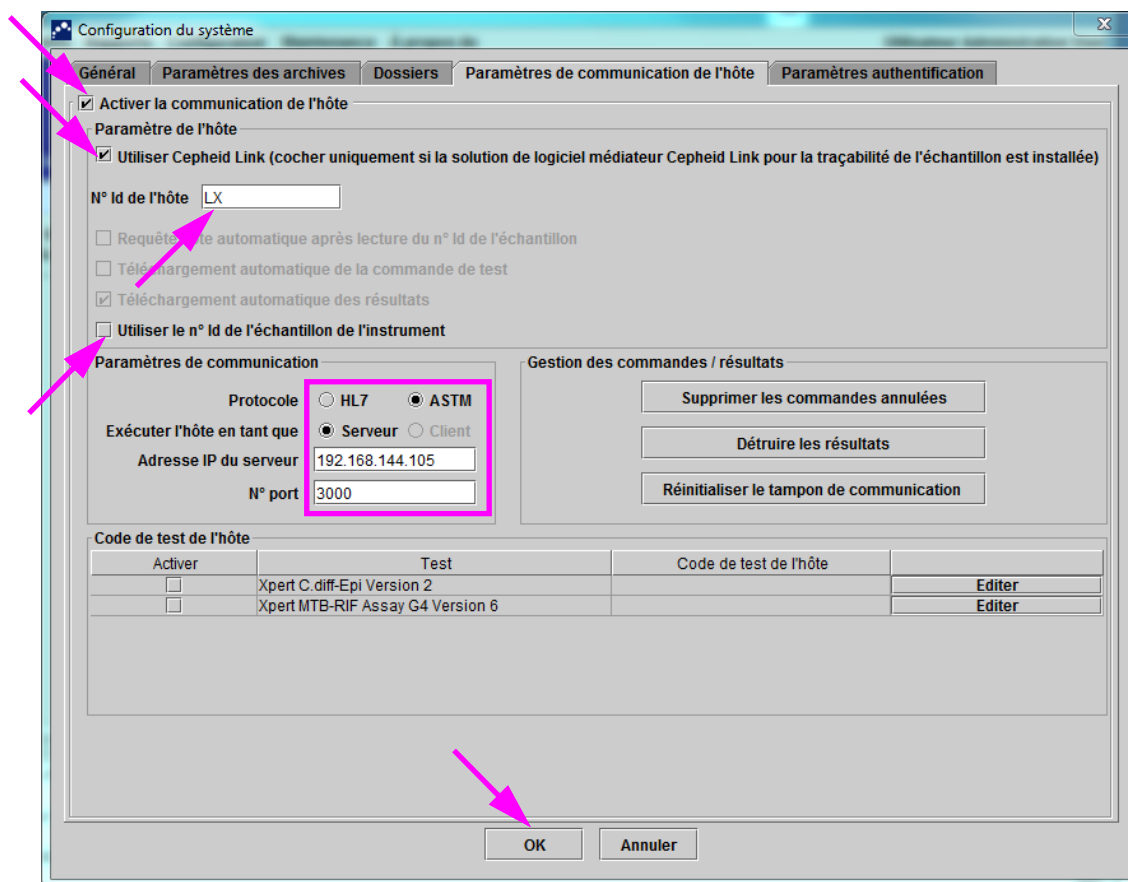

Figure 2-82. Espace de travail des paramètres de communication de l'hôte configuré pour Cepheid Link
2. Sélectionnez le bouton **PARAMÈTRES DE COMMUNICATION DE L'HÔTE** (voir la Figure 2-82) pour afficher l'espace de travail Paramètres de communication de l'hôte. Voir la Figure 2-82.
3. Pour activer la communication de l'hôte, sélectionnez la case **Activer la communication de l'hôte** dans le coin supérieur gauche de l'écran (voir la Figure 2-82). Ceci permet de sélectionner d'autres options sur l'écran des paramètres de communication de l'hôte.
4. Sélectionnez la case **Utiliser Cepheid Link** pour configurer la communication de l'hôte pour Cepheid Link. Après avoir coché la case **Utiliser Cepheid Link**, la plupart des paramètres de configuration seront établis automatiquement. Voir la Figure 2-82.
8. Après avoir configuré les communications de l'hôte pour le serveur Cepheid Link, sélectionnez le bouton **OK**. Voir la Figure 2-82.